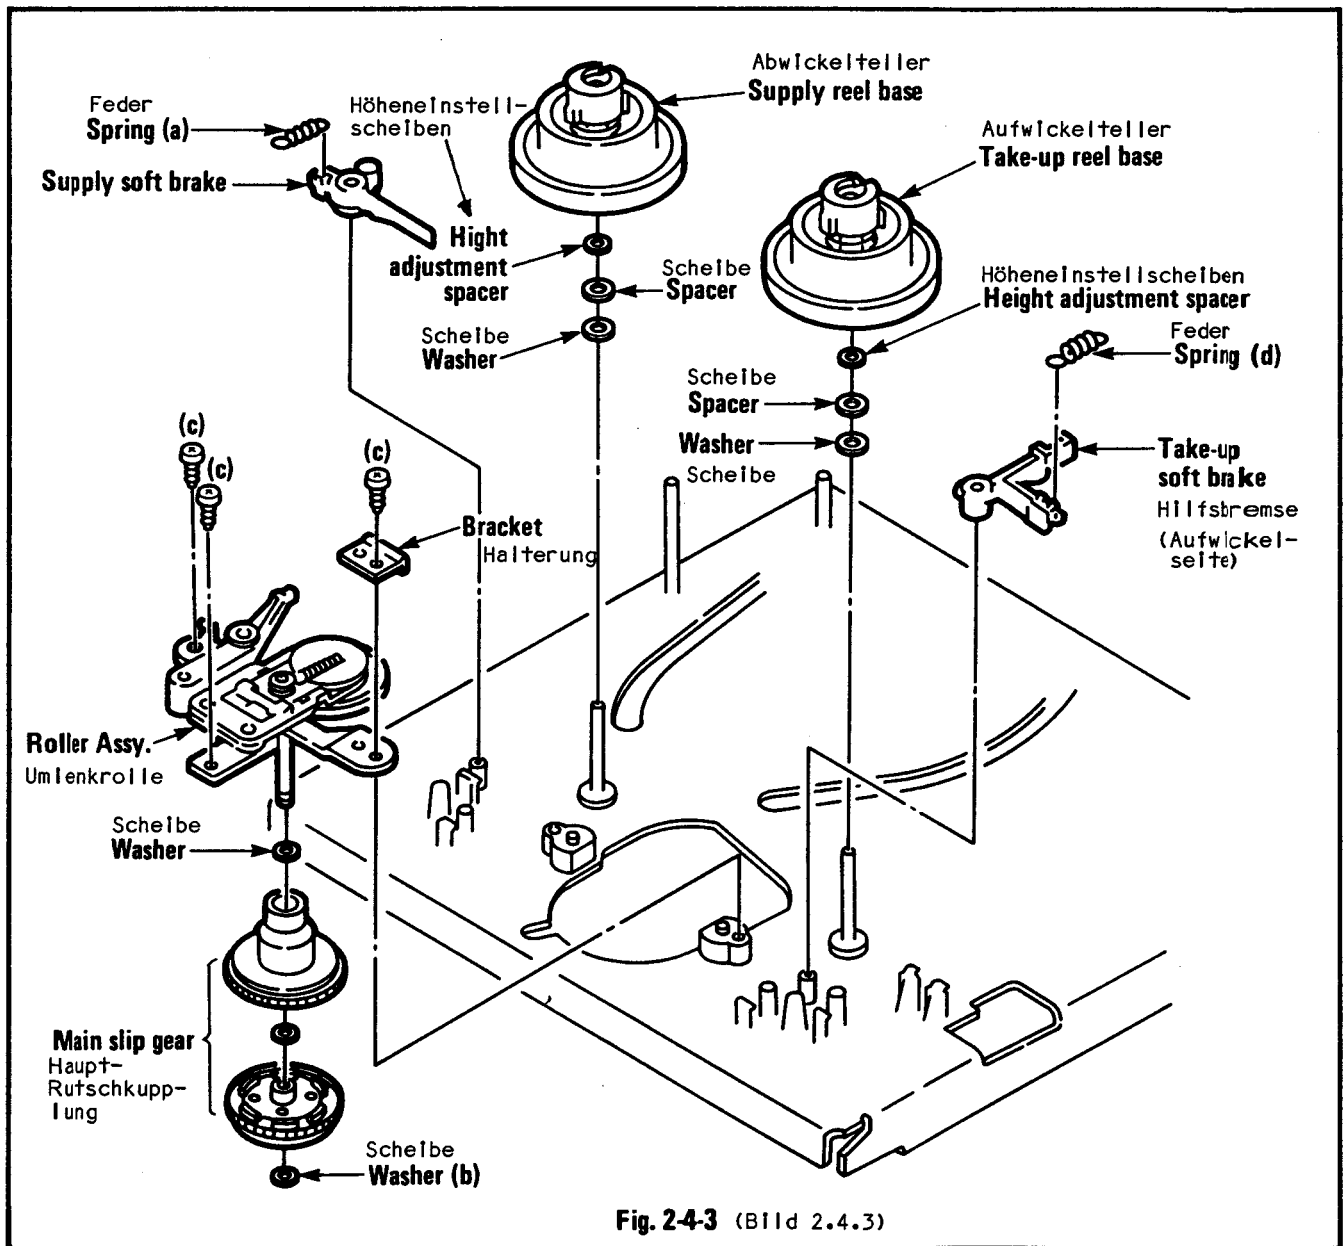

Fig. 2-4-3 (Bild 2.4.3)
2.4.3 Abwickelteller, Bild 2.4.3
2.4.3 Supply Reel Base, Fig. 2.4.3
2.4.4 Aufwickelteller, Bild 2.4.3
2.4.4. Take-Up Reel Base, Fig. 2.4.3